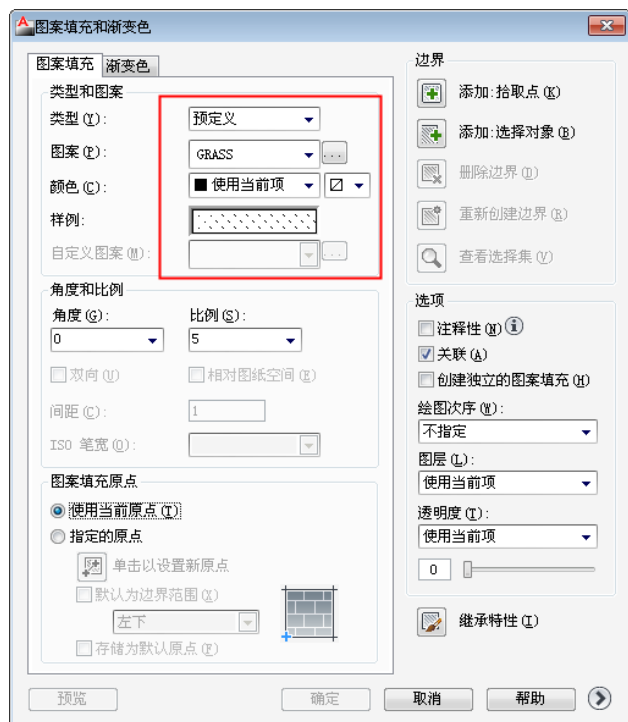
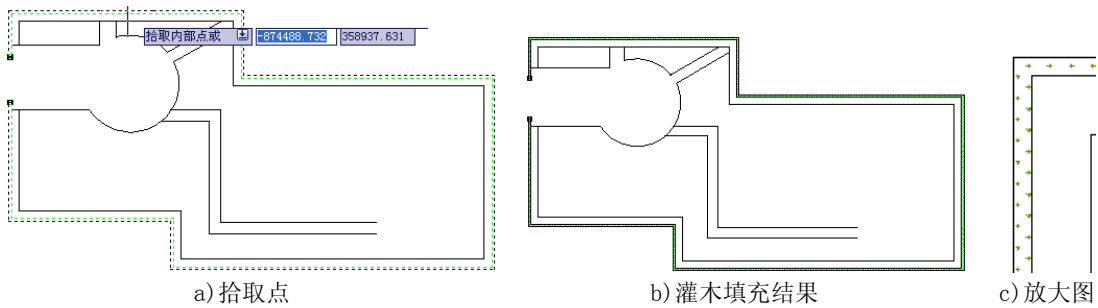

图 16.9 【图案填充和渐变色】对话框
图 16.10
(1) 新建一个名为【灌木】的图层，图层的颜色为绿色，将其设置为当前图层。
(2) 执行菜单栏中的【绘图】/【图案填充】命令（快捷命令式 H），以【拾取点】的方式进行填充。在【图案填充和渐变色】对话框中的设置如图 16.9 所示，填充结果如图 16.10。